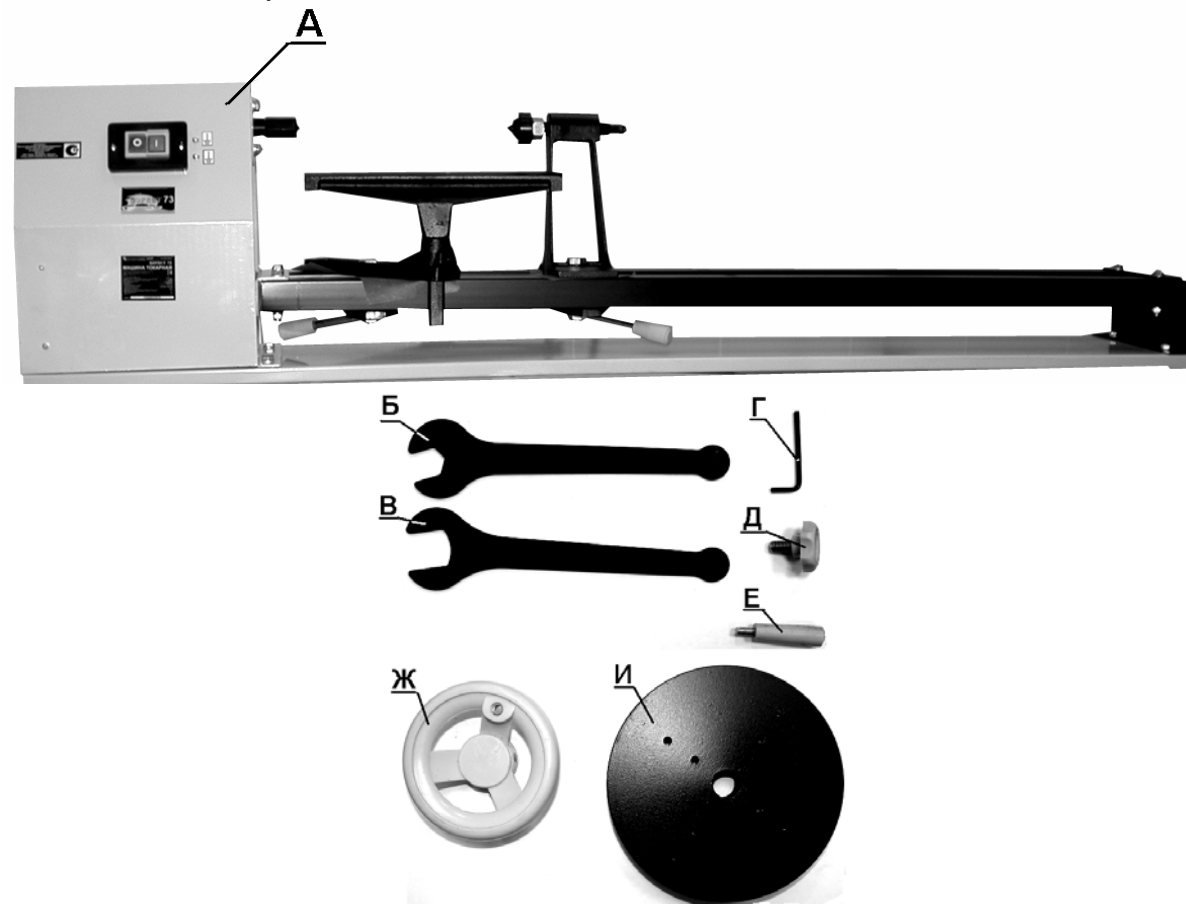

Рис.1.
- 6.1. Комплектность машины указана в таблице 3 и на Рис.1.
8.3. Как показано на Рис.4, ручку (Е) вкрутите в резьбовое отверстие маховика (9). Установите маховик (9) на пиноль (15) и закрепите винтом (16), используя шестигранный ключ (Г), Рис.1,4.